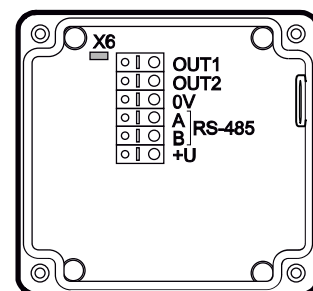

Рисунок 12.1 – Установка переключки
2. Установить переключку X6 (см. рисунок 12.1).